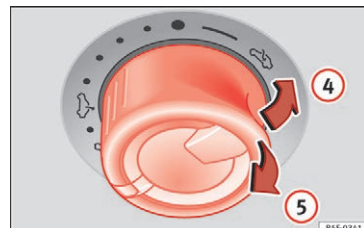

Fig. 12 I loftet: Der skal trykkes på eller trækkes i kontakten for at vippe taget op og lukke det.
- Vippefunktion: Tryk kontakten til position » Fig. 12 ④. For at foretage en indstilling til en mellemposition skal du betjene kontakten, indtil taget har nået den ønskede position.
- Lukning: Træk kontakten til position » Fig. 12 ⑤. For at foretage en indstilling til en mellemposition skal du betjene kontakten, indtil taget har nået den ønskede position.